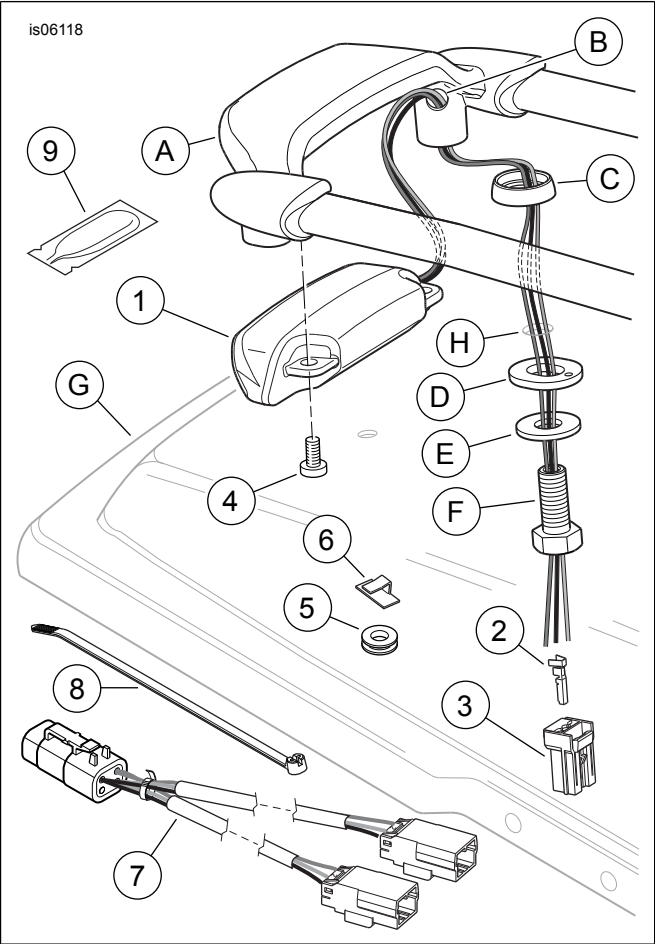

Figura 3. Piezas de servicio, kits de luces para los rieles de las tapas de las alforjas estilo Air Wing
Vea Figura 3 y Tabla 1.
2. **TODAS las instalaciones:** Vea Figura 3. Obtenga el conjunto de las luces del riel de la alforja (1) del kit.
3. Inserte los cables de la luz a través del agujero (B) lateral del poste de montaje del riel de la alforja (A) para que salgan a través de la parte inferior del poste.
4. Instale la luz en la parte inferior del travesaño trasero del riel de la alforja con los dos tornillos (4) del kit. Ajuste los tornillos >firmemente.
5. Inserte los cables de la luz a través de la almohadilla de montaje trasera izquierda del riel de la alforja (C) y el agujero trasero izquierdo (H) de la tapa de la alforja (G). Arme el riel de la alforja en la tapa, de acuerdo con las instrucciones del Kit de rieles para alforjas Air Wing; para ello, inserte los cables a través de la arandela de nailon del riel trasero izquierdo de la alforja (D), la arandela plana (E) y el tornillo hueco con cabeza hexagonal (F). Ajuste los dos tornillos de **cabeza Phillips** a 3,1–3,5 N·m (27–31 **in-lbs**). Ajuste el tornillo **hueco** con cabeza hexagonal a 3,4–5,6 N·m (30–50 **in-lbs**).
2. Vea Figura 3. Obtenga seis terminales hembra (2) y dos conectores hembra (3) del kit. Consulte el Manual de servicio y siga las instrucciones para engazar los terminales en los cables de la luz del riel de la alforja.